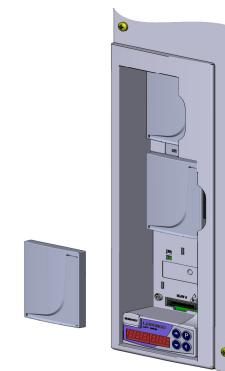

Figura 1: Retirar la tapa de protección
- Retirar la tapa de protección del slot, conforme Figura 1.